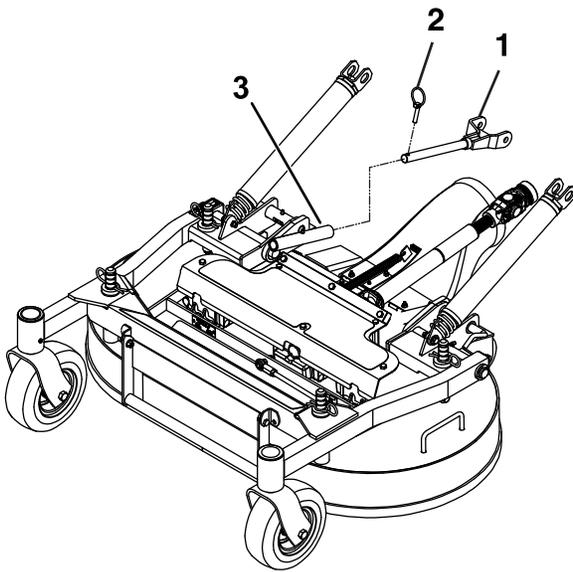

Bild 78
7. Entfernen Sie die Klappstecker vorne an den Schubarmen an beiden Seiten der Maschine (Bild 78).
7. Befestigen Sie die Schubarme mit den Klappsteckern an der linken und rechten Seite der Maschine (Bild 78).